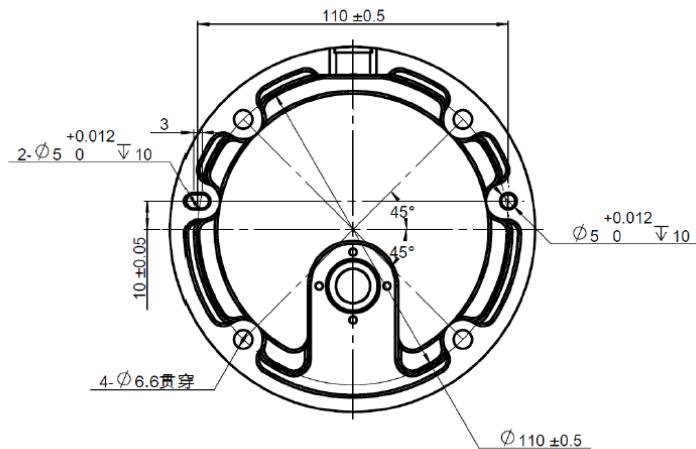

图 3-6 JAKA Zu 3 基座安装尺寸图
15.3Nm 扭矩紧固这些螺钉。如果需要非常准确地调整机器人的位置，还可以在准备安装的面上钻 2 个 Ø5mm 的销钉孔，用销钉加以定位。也可购买精确的机座作为附件来使用。将机器人安装在一个坚固的表面，该表面应当足以承受至少 10 倍的底座关节的最大扭矩，以及至少 5 倍机器人的重量。此外，该表面应没有震动。如果机器人安装在线性轴或活动的平台上，则安装机座的加速度应很低。因为高加速度会导致机器人误以为撞到东西而停止运行，图 3-6 显示了机器人安装孔。所有测量值均以 mm 为单位。